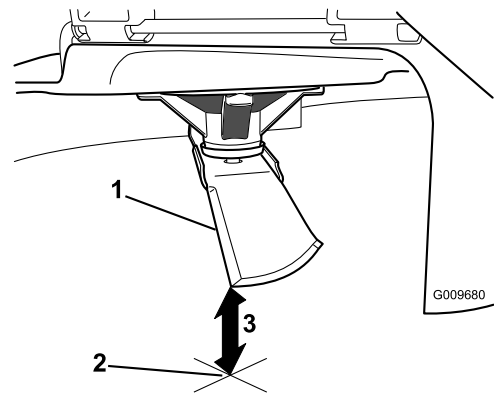

Bild 55
5. Messen Sie von der Messerspitze bis zu ebenen Fläche (Bild 55).